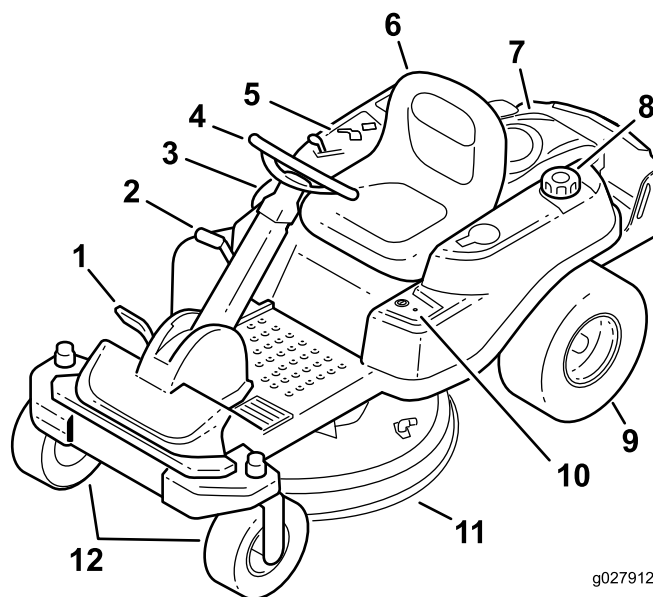
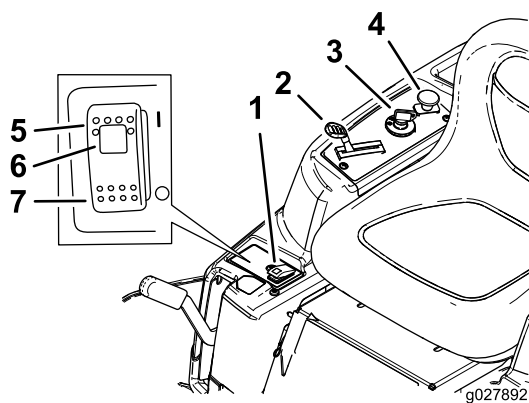
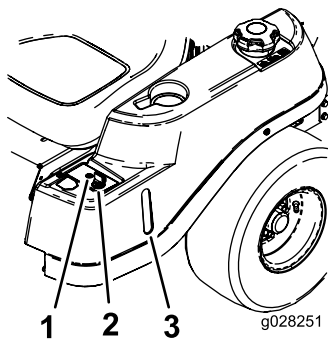

Figura 4
Figura 5
Figura 6
Antes de poner en marcha el motor y trabajar con la máquina, familiarícese con todos los controles en Figura 4, Figura 5 y Figura 6.
El interruptor de encendido tiene 3 posiciones—Desconectado, Marcha y Arranque. La llave puede girarse a Arranque, y se volverá a Marcha al soltarse. Gire la llave a la posición de Desconectado para parar el motor; no obstante, siempre retire la llave al dejar la máquina desatendida para evitar que alguien arranque el motor accidentalmente (Figura 5).
El acelerador y el estárter están combinados en una sola palanca de control. El acelerador controla la velocidad del motor y tiene un ajuste variable continuo de Lento a Rápido. Accione el estárter moviendo la palanca más allá del ajuste Rápido hasta que haga tope (Figura 5).
El mando de control de las cuchillas (TDF) engrana y desengrana la transmisión de potencia a las cuchillas del cortacésped (Figura 5).
La mirilla de combustible, situada en el lado izquierdo de la máquina, puede utilizarse para verificar la presencia de gasolina en el depósito (Figura 6).
Conectado y suéltelo una vez que la TDF esté engranada. Para desactivarla, desengrane la toma de fuerza (TDF) (Figura 6).
El indicador de operación en marcha atrás se enciende cuando se utiliza la llave KeyChoice para desconectar el sistema de seguridad de operación en marcha atrás. Es un recordatorio de que el sistema de seguridad está desactivado. El indicador se apaga cuando se desengrana la TDF o se apaga el motor. Cuando el indicador está encendido, mire hacia atrás y exteme las precauciones al conducir en marcha atrás (Figura 6).
- Al mover el interruptor SmartPark™ a la posición de Conectado (Figura 5).